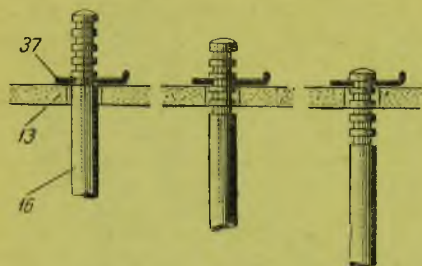

Рис. 89. Регулировка качества смеси путем перестановки иглы относительно дросселя
регулирующая игла (16), имеющая пять заточек (рис. 89), которые служат для изменения установки иглы по ее длине. Это позволяет регулировать качество рабочей смеси по желанию водителя. Регулирующая игла снизу конусная. При подъеме или опускании дроссельной заслонки игла перемещается вместе с ней, что необходимо